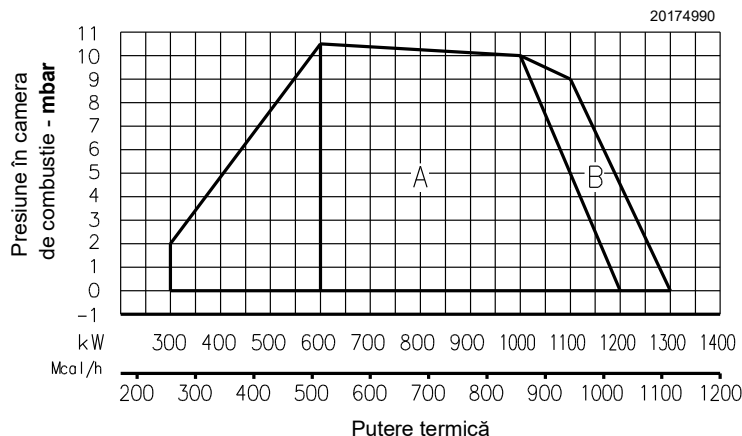

Fig. 2
**Puterea maximă** trebuie aleasă în zona A (și B pentru modelul RS 120/EV O2 BLU) a diagramei (Fig. 2).
Domeniul de funcționare (Fig. 2) al modelului **RS 120/EV O2 BLU** se referă la funcționarea cu combustibilul G20 - G25.
Intervalul de funcționare (Fig. 2) a fost obținut la o temperatură ambiantă de 20 °C, la o presiune barometrică de 1013 mbar (aproximativ 0 m a.s.l.) și cu capul de ardere reglat așa cum se arată la pag. 22.